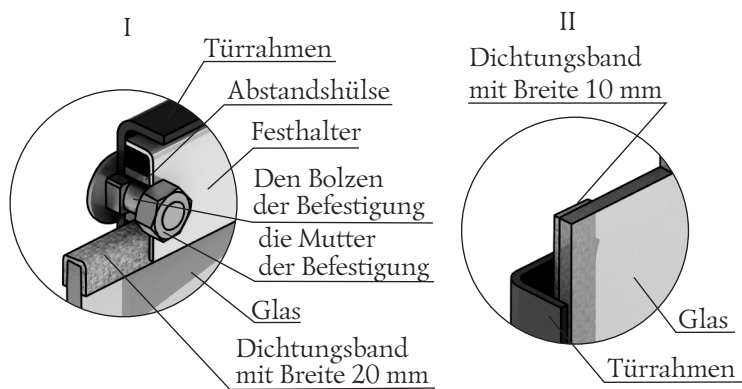

Bild 12. Befestigung des lichtdurchlässigen Schirms der Modelltür «Vitra»
1. 2 Muttern lösen, die den Festhalter fixieren (Bild 12.I), und ihn und Abstandshülse demontieren.
3. Nehmen Sie ein neues Glas, wenn es keine Dichtungsbänder hat, ist zu kleben: Band mit Breite 20 mm wird über und unter das Glas «П»-förmig (Bild 12.I), Band mit Breite 10 mm wird senkrecht, Glasseitenwände entlang (Bild 12.II) geklebt.
4. Das Glas in die Stütze einstellen, dabei soll von den Seiten geklebte Band (senkrechte) *должна* zwischen dem Glas und den Türrahmen geklemmt sein (Bild 12.II).